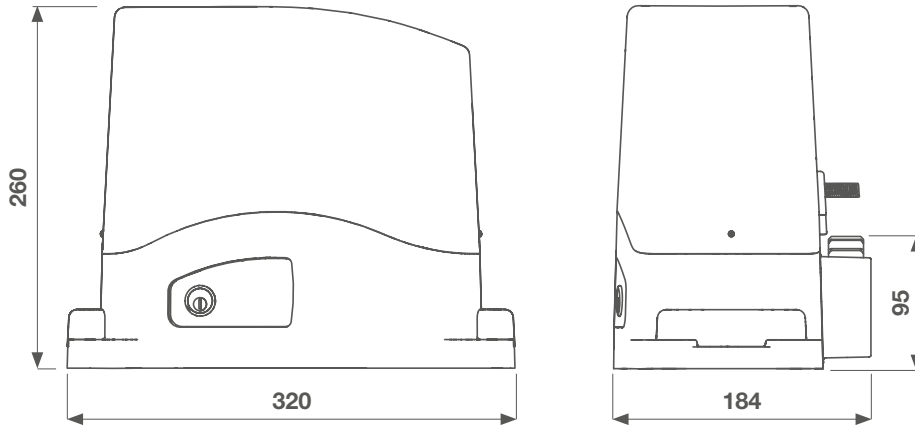

Fig. 2 IT - Installazione tipica
- Waga i wymiary bramy lub drzwi muszą zawierać się w maksymalnych granicach zastosowania wskazanych na Rys.2
Na rys.2 został przedstawiony przykład typowego montażu: